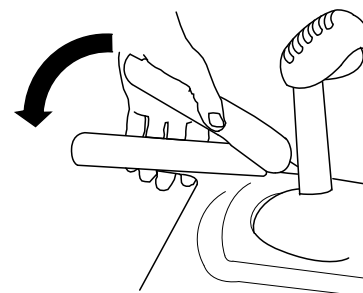

Bild 17
1. Drücken Sie zum Einkuppeln des Fahrtriebs den linken Hebel (Fahrtrieb) zum Handgriff (Bild 17).